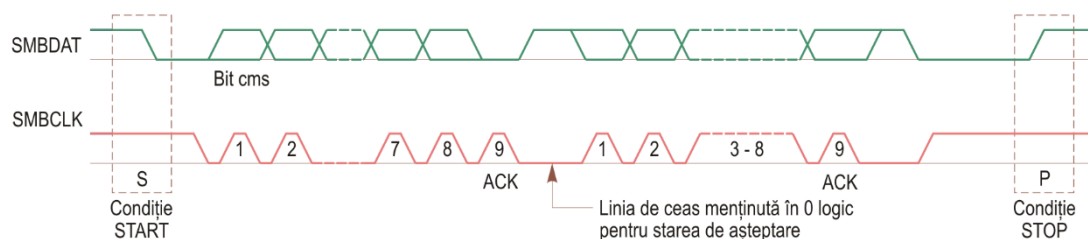

Figura 3.4. Exemplu de transfer de date pe magistrala SMBus.
Pe magistrala SMBus, octeții sunt transferați începând cu bitul cel mai semnificativ (c.m.s.). Fiecare octet transferat pe magistrală trebuie urmat de un bit de confirmare (ACK). Impulsul de ceas corespunzător bitului ACK este generat de către dispozitivul *master*. Dispozitivul transmițător, *master* sau *slave*, eliberează linia SMBDAT în timpul ciclului de ceas ACK. Pentru confirmarea unui octet, receptorul trebuie să aducă linia SMBDAT în starea logică 0 în timpul ciclului de ceas ACK. Un exemplu de transfer de date este ilustrat în figura 3.4.
- Dispozitivul *slave* este ocupat cu execuția unei operații în timp real sau datele solicitate nu sunt disponibile. Atunci când dispozitivul *master* detectează un bit NACK, trebuie să genereze o condiție de STOP pentru a abandona transferul. Ca o alternativă, dispozitivul *slave* poate extinde starea logică 0 a semnalului de ceas (în modul ilustrat în figura 3.4) pentru un timp de până la 25 ms pentru a-și termina operațiile.